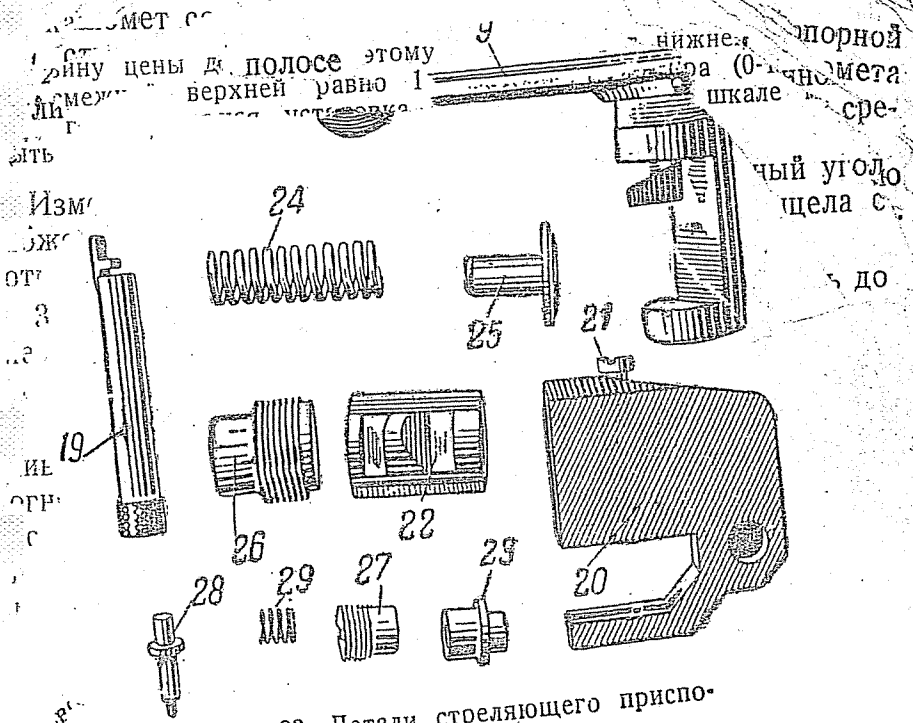

Рис. 83. Детали стреляющего приспособления:
- б) поворачивая спусковую рукоятку 9 назад, вынуть корпус 20 стреляющего приспособления (рис. 83);